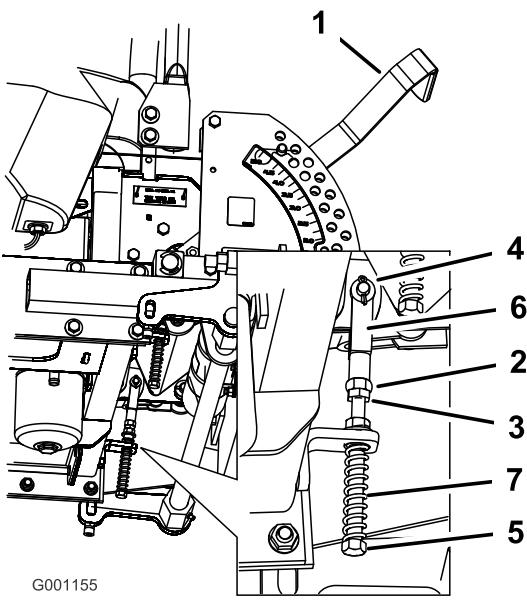

Figura 67
8. Si es necesario un ajuste, afloje la tuerca y la contratuerca contra la horquilla (Figura 67).
9. Aplique una ligera presión hacia atrás en la palanca de control de movimiento, gire la cabeza del perno de ajuste en el sentido apropiado hasta que la palanca de control esté centrada en posición de bloqueo/punto muerto (Figura 67).
10. Apriete la tuerca y la contratuerca (Figura 67).